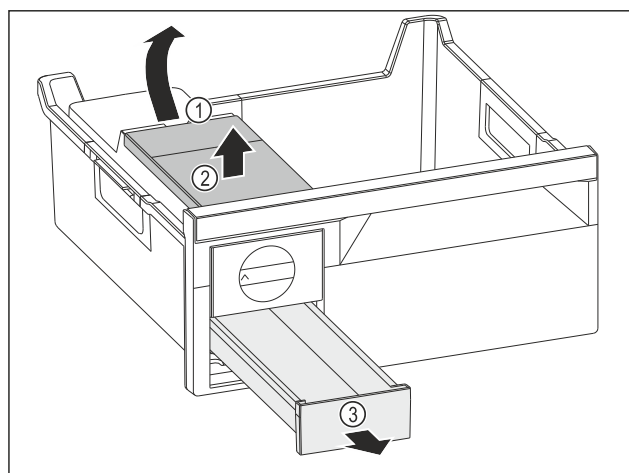

Fig. 182
- ▶ Извлеките бак для воды: Поднимите бак для воды за выемку Fig. 182 (1).
- ▶ Извлеките бак для воды Fig. 182 (2) движением вверх.
- ▶ Извлеките выдвижной ящик для кубиков льда Fig. 182 (3) движением вперед.